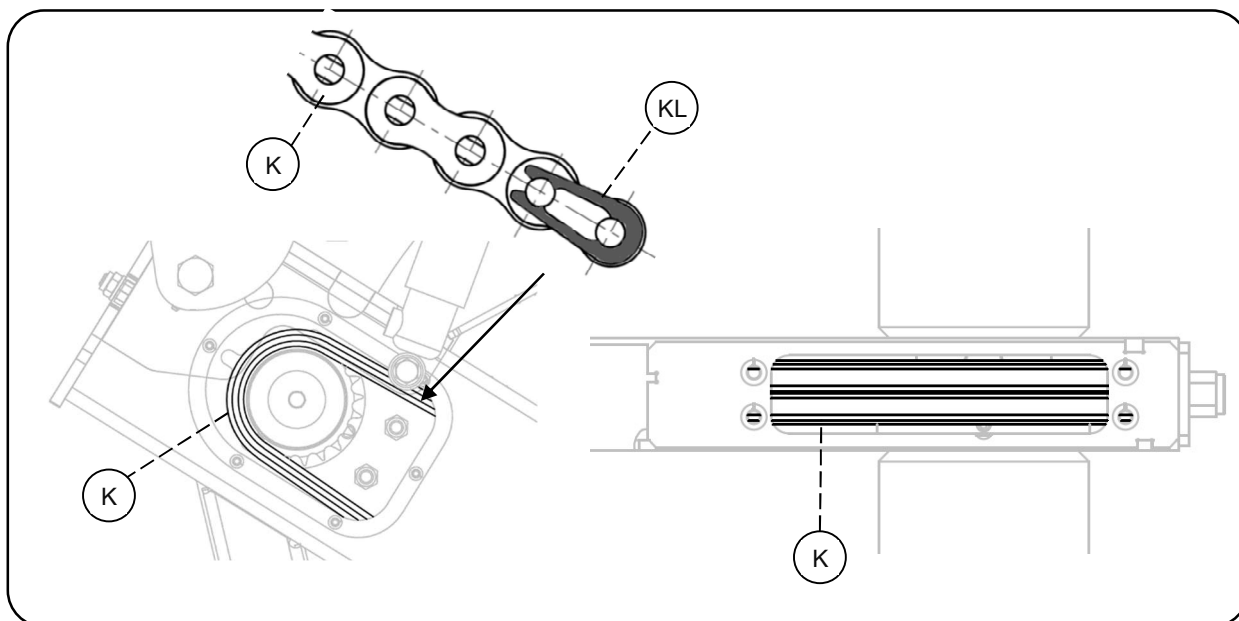

Bild.39
Steg 5, Bild.39: Vrid fram kedjan (K) så att kedjelåset (KL) blir synligt i övre öppningen.
Steg 8, Bild.39: Koppla ihop kedjan med ett nytt kedjelås. Notera korrekt monteringsriktning på kedjelåset (KL).